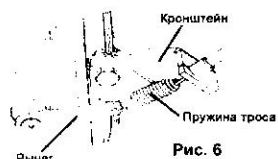

Рис. 6
- Перед началом работы установите трос управления разобщением полуосей колес на культиваторе, для чего зацепите пружину троса разобщения за отверстие в рычаге, затем заведите оболочку троса с металлическим упором в кронштейн и зафиксируйте его в отверстии (См. Рис. 6)